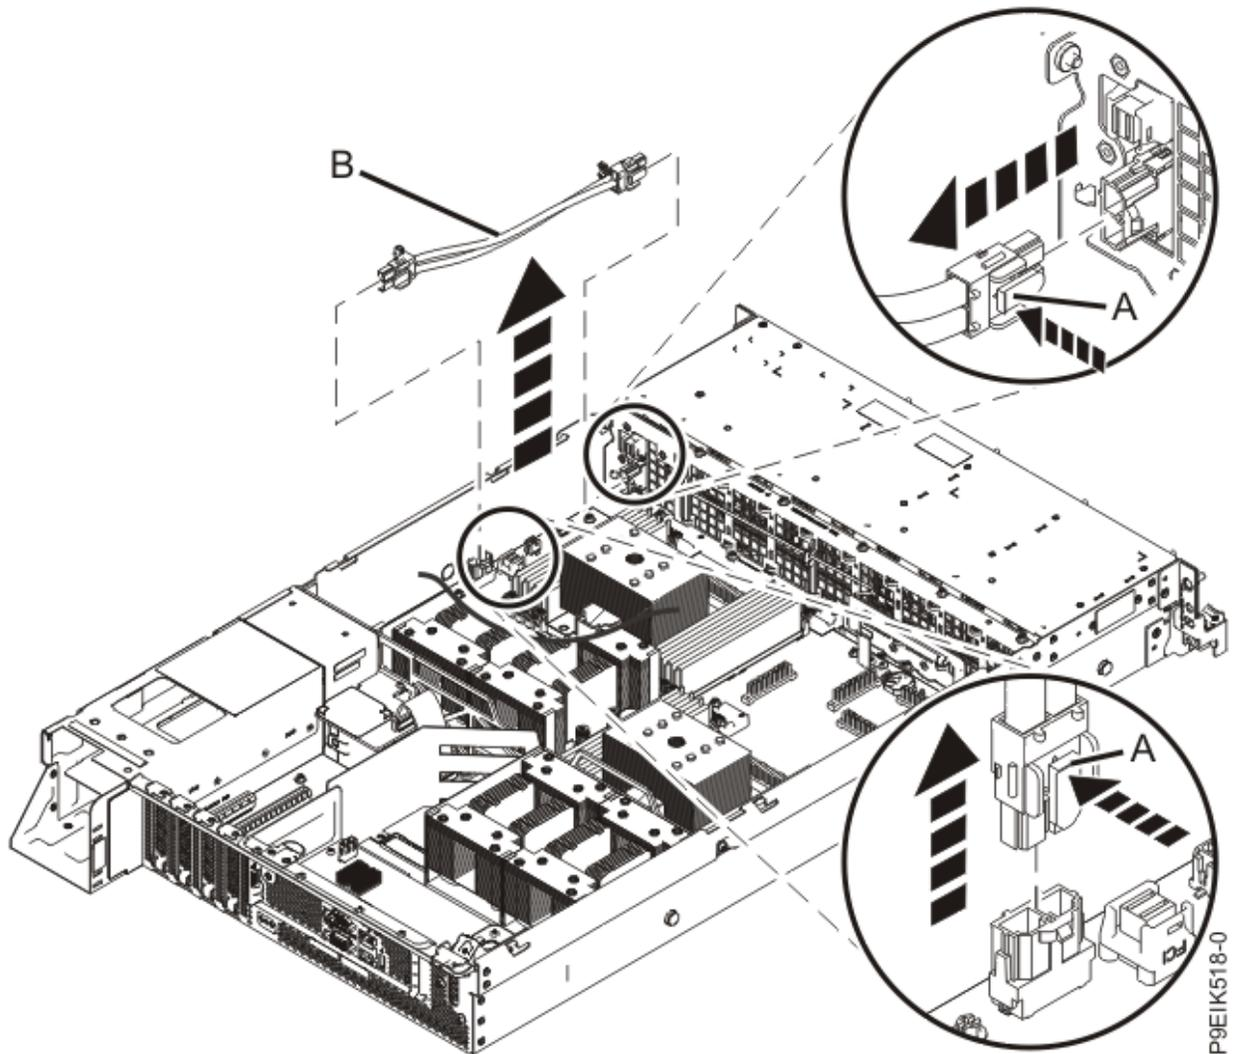

図 82. システムからのファン電源ケーブルの取り外し
3. 電源ライザーに接続されているファン電源ケーブルのコネクタ側を持ちます。91 ページの図 82 の (A) を参照してください。